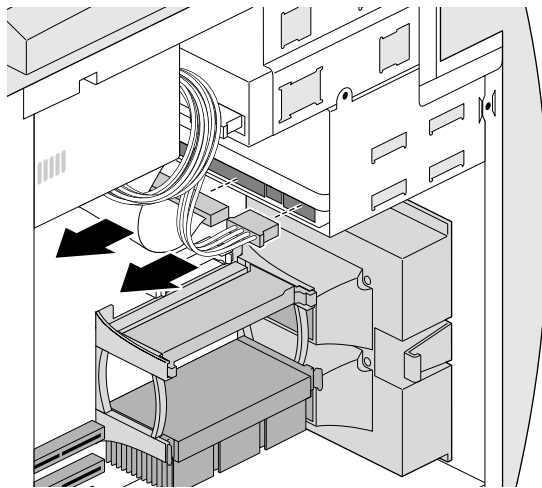

Figura 4-15 Scollegamento dei cavi da un disco rigido interno
4. Scollegare i cavi dal retro dell'unità (o delle unità, se ve ne sono presenti due), come illustrato nella Figura 4-15.